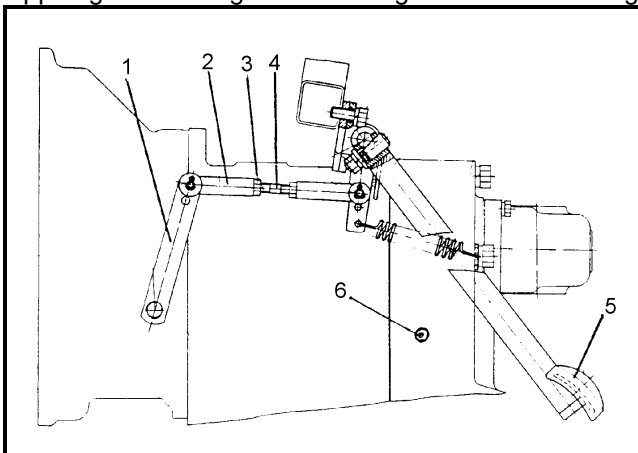

Abb. F-19.
1. Stift des Hebelsatzes des Kupplungspedals absichern (Abb. F-19).